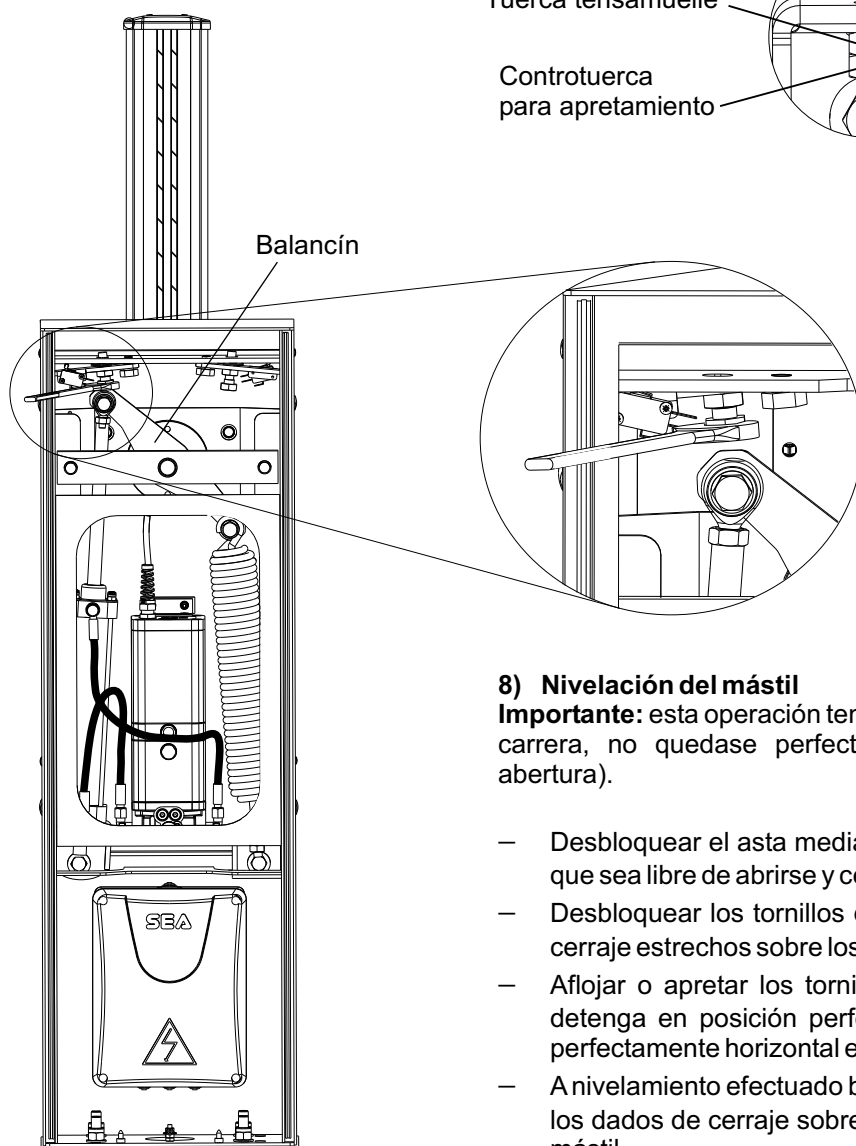

Fig. 14
- Desbloquear los tornillos del fin de carrera desatornillando los dados de cerraje estrechos sobre los stop mecanicos (Fig. 14).
- Aflojar o apretar los tornillos de final de carrera para que el mástil se detenga en posición perfectamente vertical en abertura, y en posición perfectamente horizontal en cierre (Fig. 14).